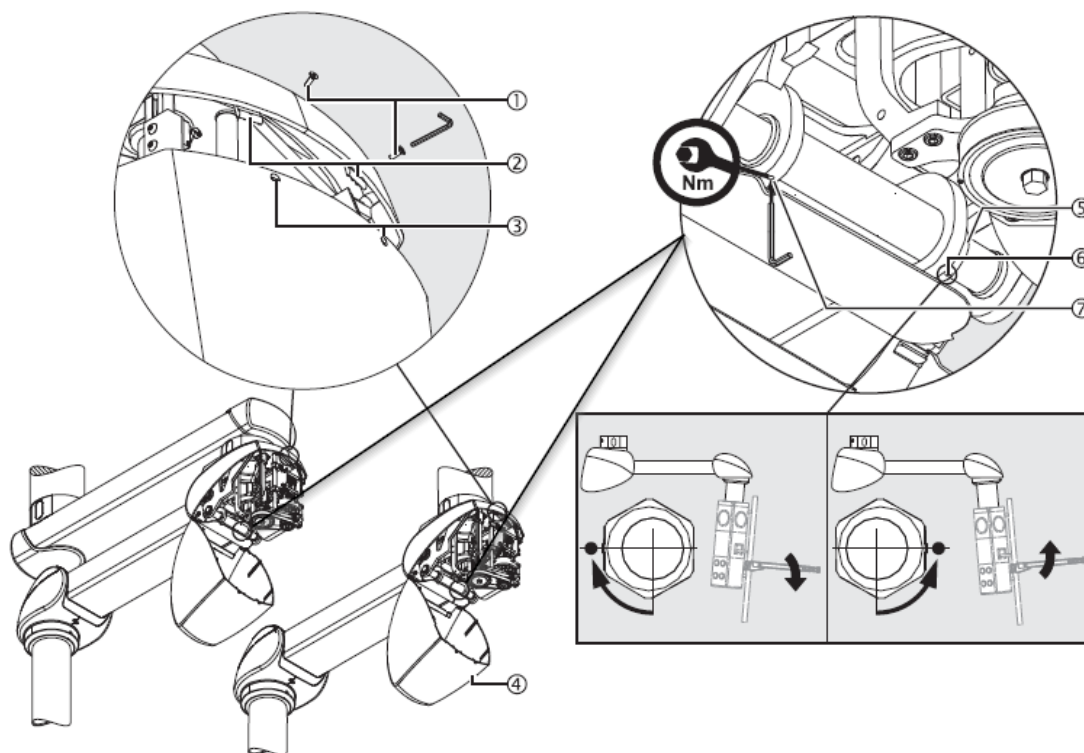

Fig.72 Ajuste de la capacidad de carga del brazo motor y cierre de tapa inferior trasera
- Afloje el tornillo prisionero M4 ⑦ – DIN 914 utilizando la llave Allen.
- Coloque la llave inglesa en el perno hexagonal ⑤.
- El tornillo indicador ⑥ apunta hacia abajo (no afloje este tornillo).
- Para bajar la bandeja del ejemplo de la figura 72 gire el perno hexagonal ⑤ de modo que el tornillo indicador ⑥ apunte hacia adelante (hacia usted). Véase Fig. 72 Vista de detalle, parte inferior derecha.
- Para levantar la bandeja del ejemplo de la figura 72 gire el perno hexagonal ⑤ de modo que el tornillo indicador ⑥ apunte hacia atrás (alejándose de usted). Véase Fig. 72 Vista de detalle, parte inferior derecha.
- Apriete el tornillo prisionero M4 ⑦ – DIN 914.